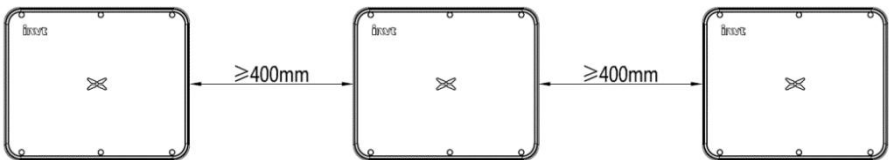

Abb. 4.5 Anforderungen bei Aneinanderreihung von Geräten
(4) Die Installationsfläche sollte senkrecht verlaufen, wie in Abbildung 4.5 dargestellt. Installieren Sie den Wechselrichter senkrecht oder  $\leq 15^\circ$  nach hinten geneigt, um die Wärmeabfuhr des Geräts zu erleichtern. Neigen Sie den Wechselrichter nicht nach vorn, installieren Sie ihn nicht waagrecht, auf dem Kopf stehend, nicht zu weit nach hinten und nicht seitlich geneigt.